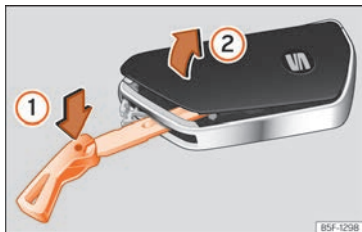

Abb. 83 Fahrzeugschlüssel: Deckel des Batteriefachs öffnen.
- Schlüsselbart in den Schlitz »» **Abb. 83** stecken, in Pfeilrichtung ① drücken und Abdeckkappe abhebeln ②.